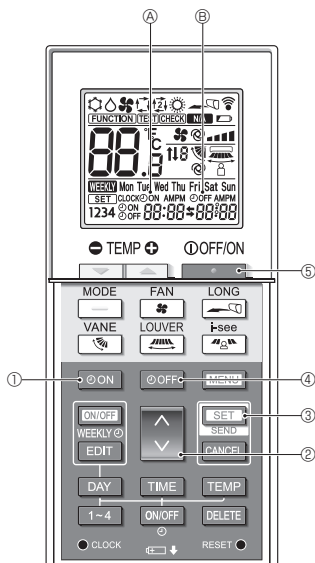

Fig. 4-2
4.5. Использование таймера включения/выключения (Fig. 4-2)